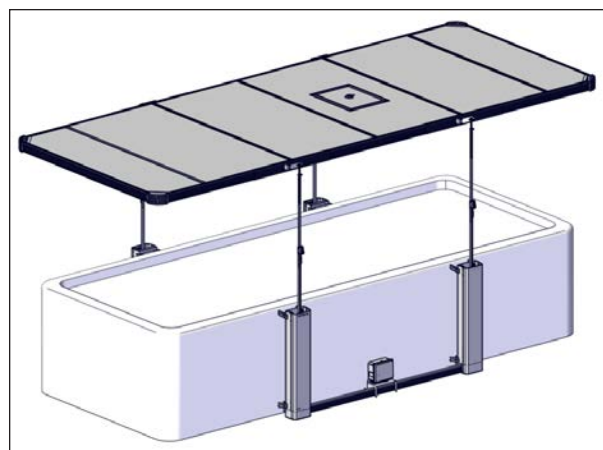

FIGURE 109: LEVAGE DES VÉRINS
6. Élever les vérins jusqu'à ce que le système s'arrête à sa limite maximale, voir Figure 109.